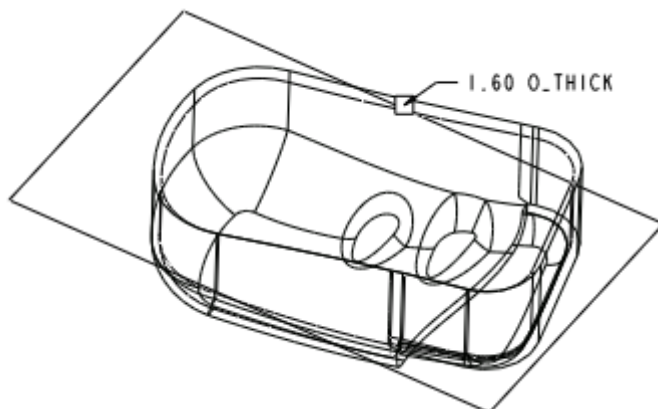

图 42-33
- (1) 单击特征工具栏中的 ，打开壳特征操控板。
- (2) 设定厚度值为 1.6，如图 42-33 所示。